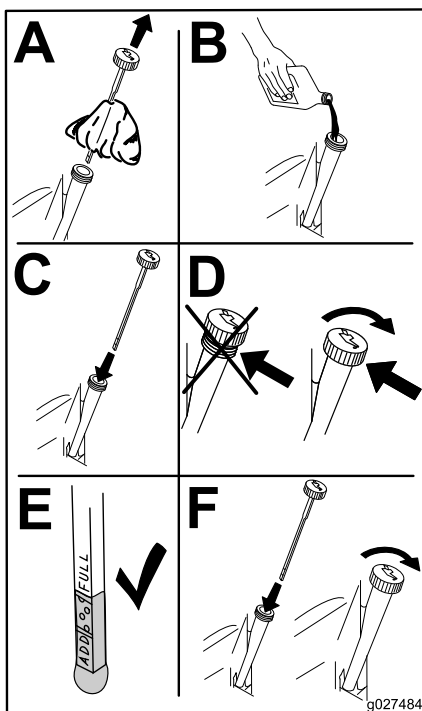

Figura 44
6. Deite cerca de 80% do óleo especificado no tubo de enchimento e adicione lentamente o óleo adicional até chegar à marca **Full** (Figura 44).